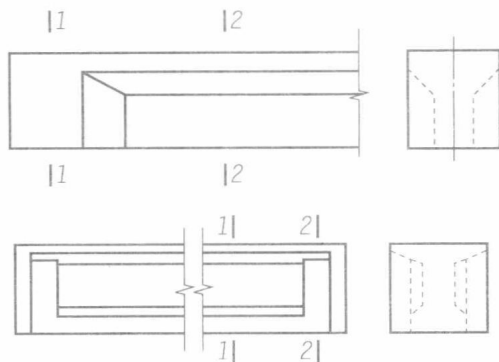

图 2-3 钢筋混凝土梁
(3) 根据图 2-3 所示钢筋混凝土梁模型, 作出 1—1, 2—2 断面图。